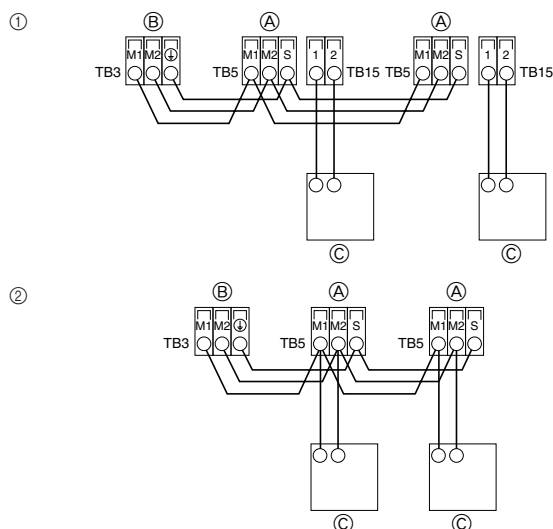

Fig. 4-2
4.2. De afstandsbediening en de transmissiekabels voor het binnen- en buitenapparaat aansluiten (Fig. 4-2)
- ① MA-afstandsbediening
- ② M-NET-afstandsbediening